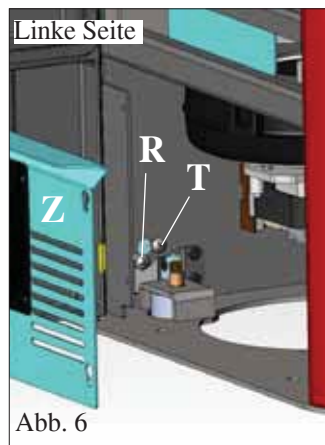

Abb. 6
Die vertikale Ausrichtung der Keramikblenden (C) überprüfen und etwaige Einstellungen mit den Schrauben an der Oberseite (V - Abb. 5) und im Ofen mit den Schrauben (R - Abb. 6/7)
vornehmen ANMERKUNG Zuvor das verzinkte Blech (Z - Abb. 6/7) beidseitig abnehmen und die Verriegelungsschrauben (T - Abb.6/7) lockern.